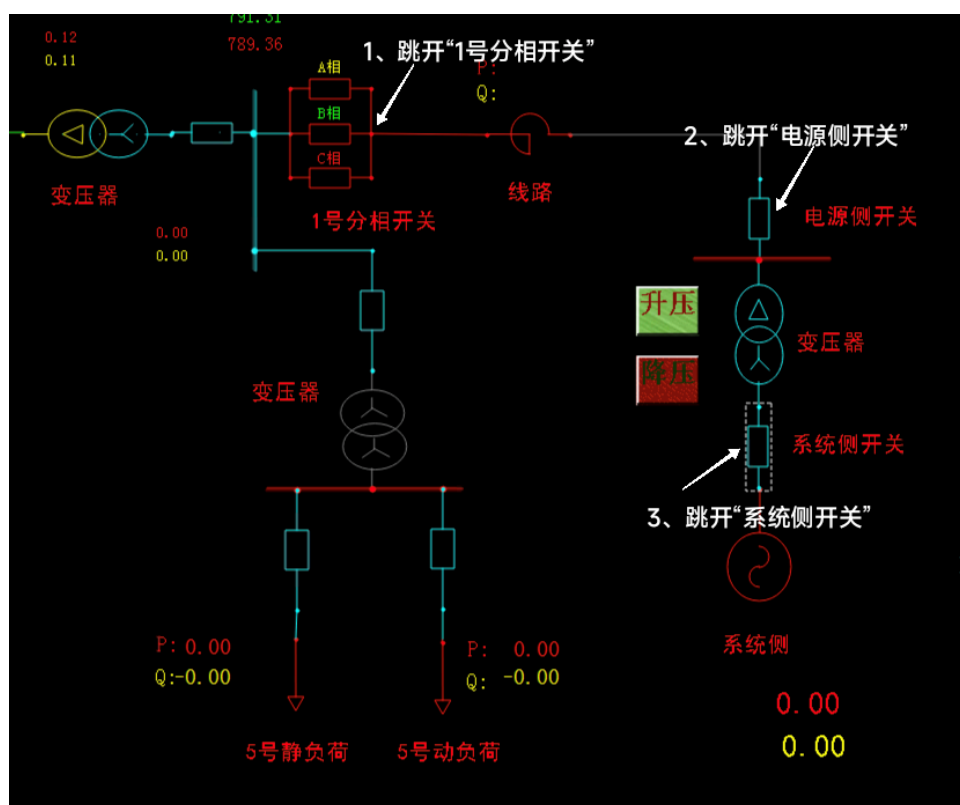

图 21 依次分闸
④无穷大系统退出。发电机停机完成后，从动模系统监控软件左侧项目栏进入“发电机-负荷-无穷大系统”控制界面，依次跳开“分相开关”、“电源侧开关”、“系统侧开关”（如图 21 所示）